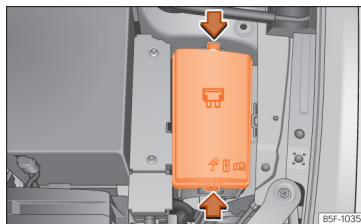

Рис. 203 Кришка блока запобіжників у моторному відсіку.
- Вивільніть фіксатори кришки » » **рис. 203**.